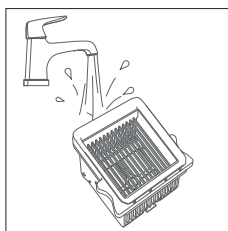

Fig. 19 – Nettoyer le filtre
- ▶ Nettoyez également le filtre EPA 10 sous l'eau courante tiède (voir Fig. 19).